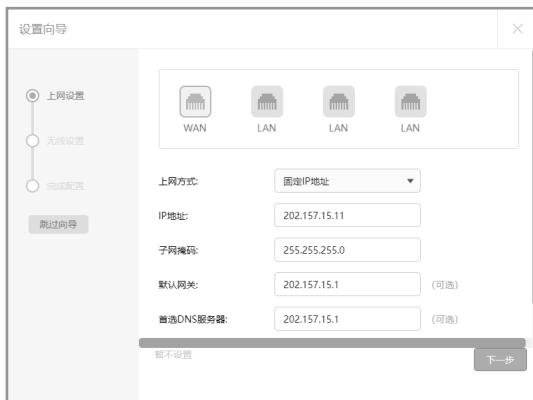

图4-4 上网方式--静态IP
3) 如果上网方式为静态IP, 即拥有网络服务商提供的固定IP地址, 则需要填写IP地址、子网掩码、网关和DNS服务器等内容, 如图4-4所示。